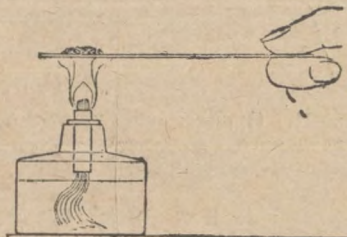

Рис. 20. Нагревание сахара (муки, крахмала) на жестяной пластинке.
5) Нагрейте на конце жестяной пластинки (рис. 20) немного сахара, муки, крахмала. Какие явления и изменения произошли? что получилось? (15)
6) Нагрейте в пробирке немного выданных преподавателем кристаллов и опишите происходящие явления (16).